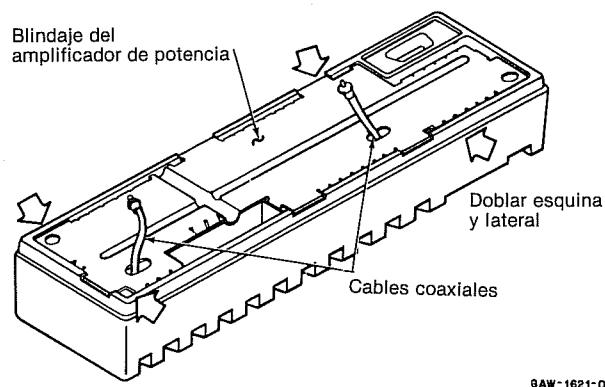

Figura 15
(1) Quitar el blindaje del amplificador de potencia, doblando cada esquina lateral hasta que se pueda deslizar fácilmente el blindaje. Quitar el blindaje, guiando los coaxiales hacia fuera (ver Figura 15).